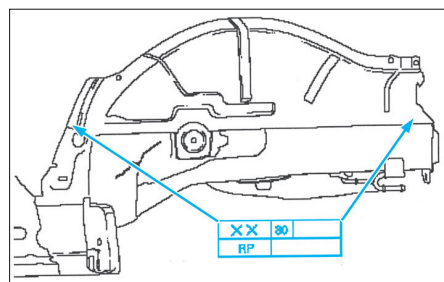

FIG. 75
- Souder le passage de roue (Fig.75).